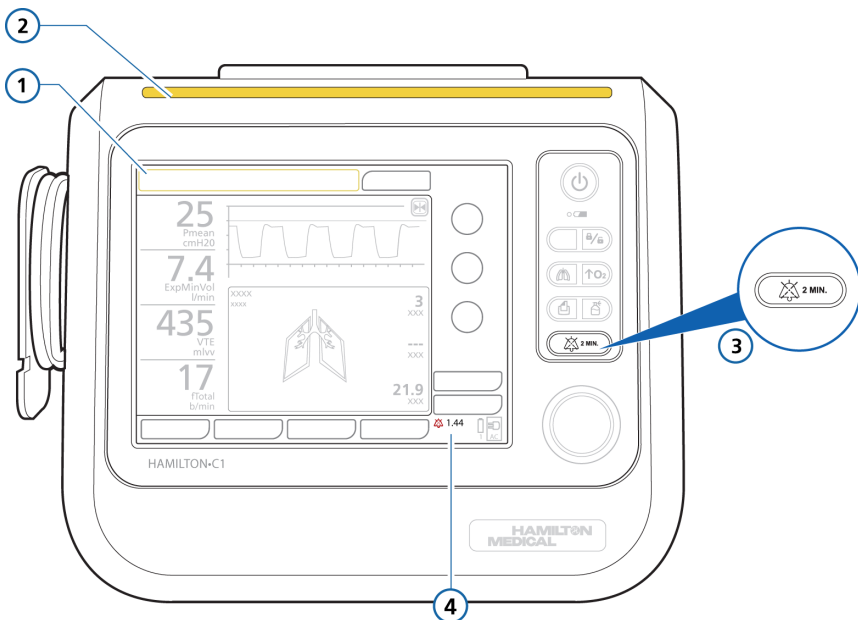
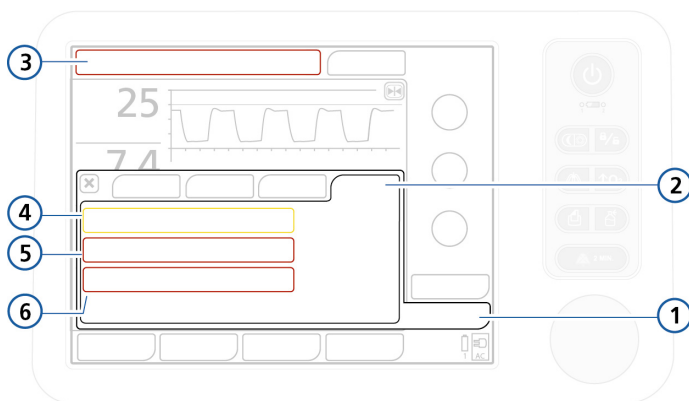

图 8-1. 视觉报警指示
图 8-4. 显示激活报警的报警缓冲
表 8-1 列举了这些报警的声音和视觉特征，并告诉用户如何回应。图 8-1 说明了呼吸机的视觉报警指示。用户能在激活报警缓冲中看到激活报警信息（图 8-4）。报警信息也存储在事件日志中（第 8.4 节）。
- 如果当前存在激活报警，报警缓冲则显示最新的激活报警（图 8-4）。关联的报警信息还会交替显示在信息栏中。激活报警显示在圆角框中。